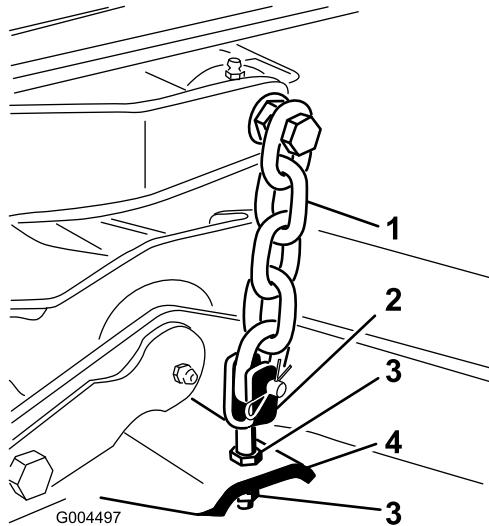

Figura 24
8. Ajuste as porcas de segurança que prendem as forquilhas/correntes do cortador ao cortador até que o cortador fique nivelado (Figura 24).
7. Ajuste as porcas de segurança que prendem as forquilhas/correntes do cortador para elevar a traseira do cortador de forma a que a inclinação da lâmina fique definida para 8 mm (Figura 24).